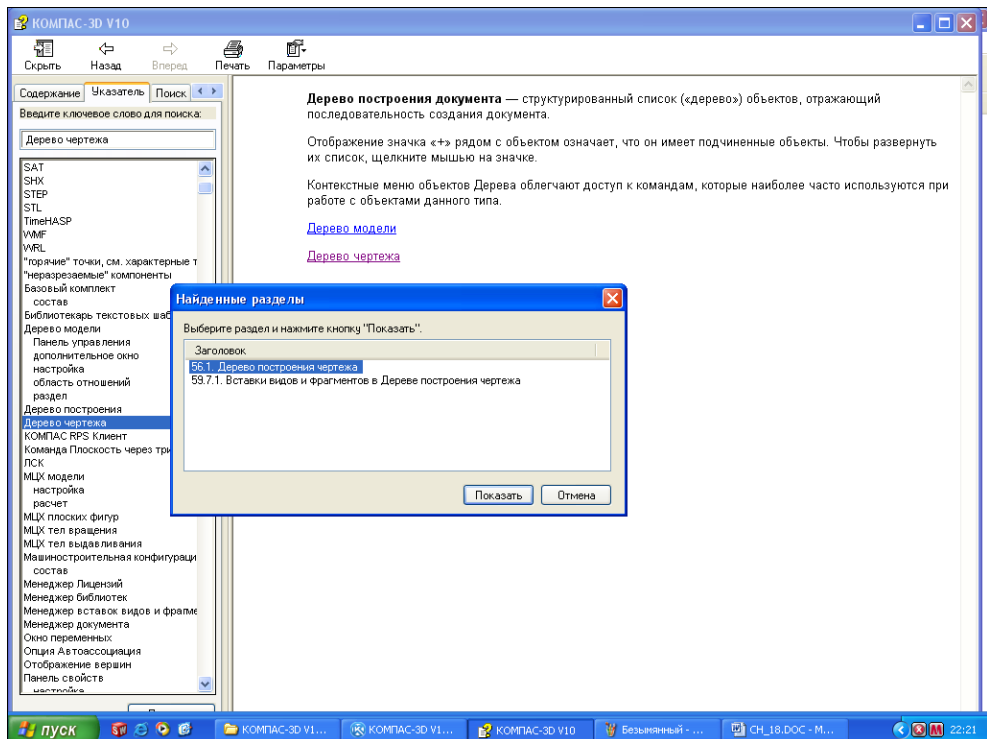

Рис. 18.4. Справочная система с открытой вкладкой **Индекс** (Index)
- вкладка **Индекс** (Index) — при переходе на эту вкладку в левой части раскрывается список функций и терминов, а в правой — исчерпывающая информация каждого пункта списка. Для вывода информации выделите ЛК мыши в левой части любой термин, например, **Дерево чертежа**. Система выведет на экран окно **Найденные разделы**. В этом окне выделите один из пунктов и нажмите кнопку **Показать**. В правой части появится необходимая информация (рис. 18.4);